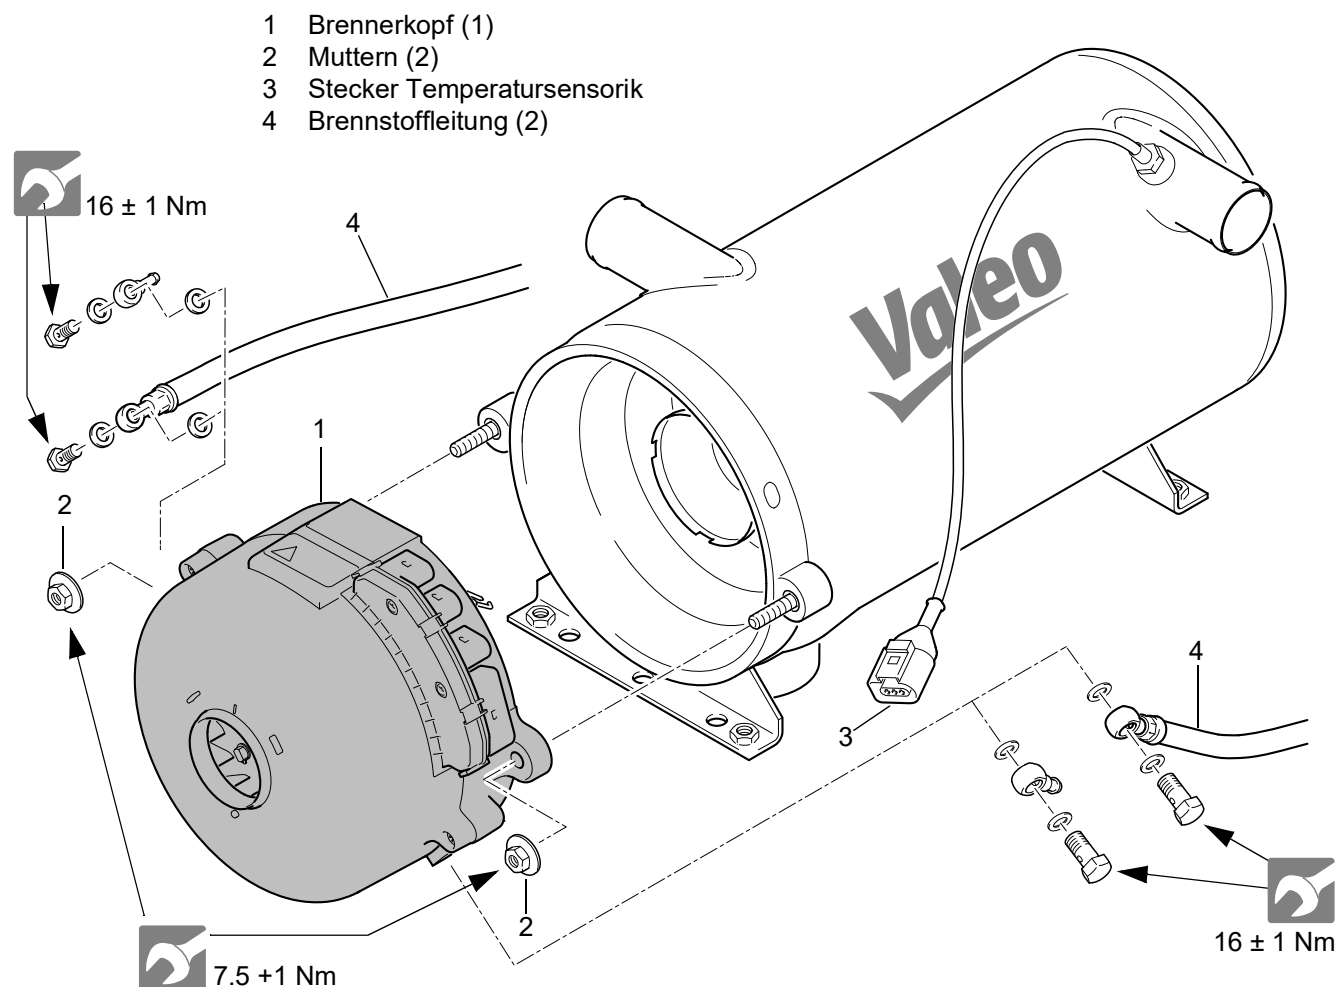

Abb. 801 Ab- und Anbau des Brennerkopfes
6. Brennstoffleitungen (4, Abb. 801) vom Ringschlauchstück abziehen oder durch Entfernen der Hohl-schraube lösen und mit Blindstopfen verschließen.
7. Kombimuttern (2) abschrauben.
8. Brennerkopf (1) abnehmen.
1. Brennerkopf (1, Abb. 801) ansetzen und in Zusammenbau bringen, dabei auf Zentrierung und korrekten Sitz achten.
2. Kombimuttern (2) ansetzen und abwechselnd leicht weiterschrauben.
3. Kombimuttern (2) anziehen.
6. Stecker der Temperatursensorik (T) anstecken.
7. Stecker zur Umwälzpumpe (P) anstecken.
8. Stecker für die Spannungsversorgung/Steuerung (C) anstecken.
Die beiden Kombimuttern M8 zur Verbindung von Brennerkopf und Wärmeübertrager müssen jeweils mit dem Drehmoment siehe Abb. 801 angezogen werden und sind zusätzlich mit Schraubensicherungslack zu markieren.
2. Stecker der Temperatursensoren (3, Abb. 801) abstecken.
2. Temperatursensoren (1) anziehen.
3. Stecker der Temperatursensoren (3, Abb. 801) anstecken.